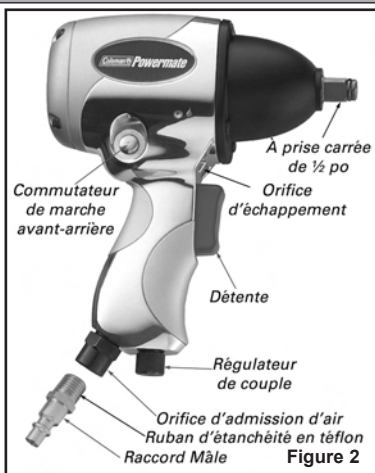

Figure 2
- Installez un raccord mâle 1/4 po NPT (non inclus) à l'orifice d'admission d'air de l'outil (voir Figure 2). **Remarque : Enveloppez toutes les extrémités filetées à l'aide de ruban d'étanchéité en téflon.**